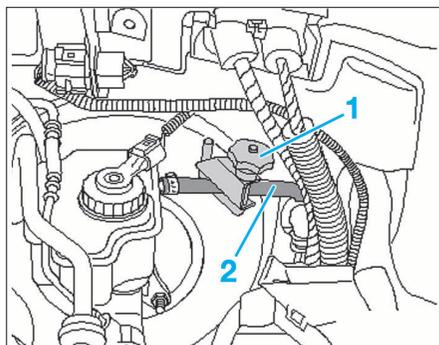

FIG. 9
- Mettre en place un pince-durcit (1) sur la canalisation d'alimentation du cylindre émetteur (Fig.9).